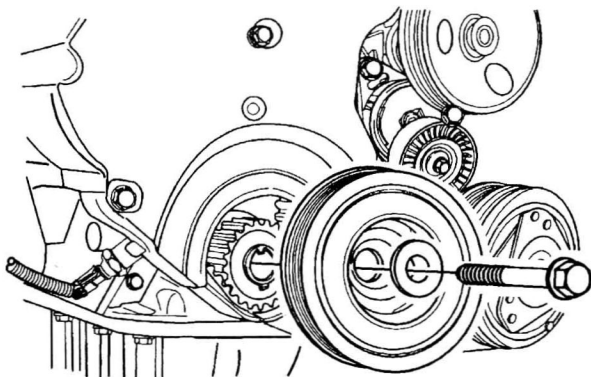

图 1-3-3 拆卸曲轴皮带轮螺栓和曲轴皮带轮
10. 拆卸曲轴皮带轮螺栓 (图 1-3-3)。
11. 拆卸曲轴皮带轮 (图 1-3-3)。